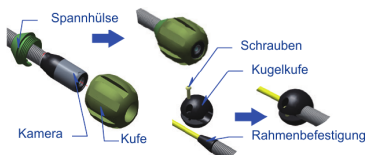

Abbildung 15. 78er-Rollenkuife
- 1) 78er-Kuife und 60er-Kugeluife montieren (Abbildung 15)